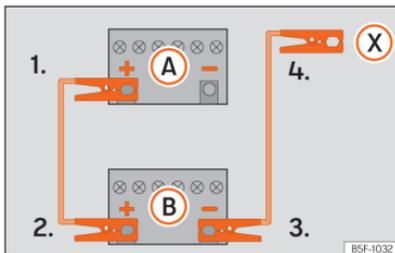

Abb. 9 Anschlussplan für Fahrzeuge ohne Start-Stopp-System.
4. *Fahrzeuge ohne Start-Stopp-System:* Klemmen Sie ein Ende des schwarzen Starthilfekabels an den Minuspol \ominus des stromgebenden Fahrzeugs **(B)** >>> **(Abb. 9)**. *Fahrzeuge mit Start-Stopp-System:* Klemmen Sie ein Ende des schwarzen Starthilfekabels **(X)** an einen geeigneten Massean-